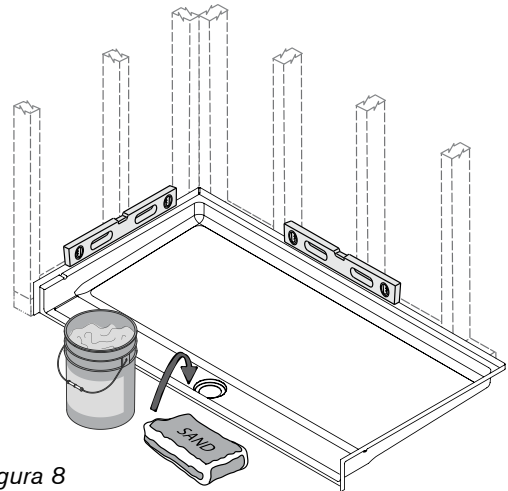

Figura 8
- 15 Coloque un peso (un balde de agua o arena) sobre el área de drenaje para asegurarse de que la resina epoxi surta efecto. (Figura 8)